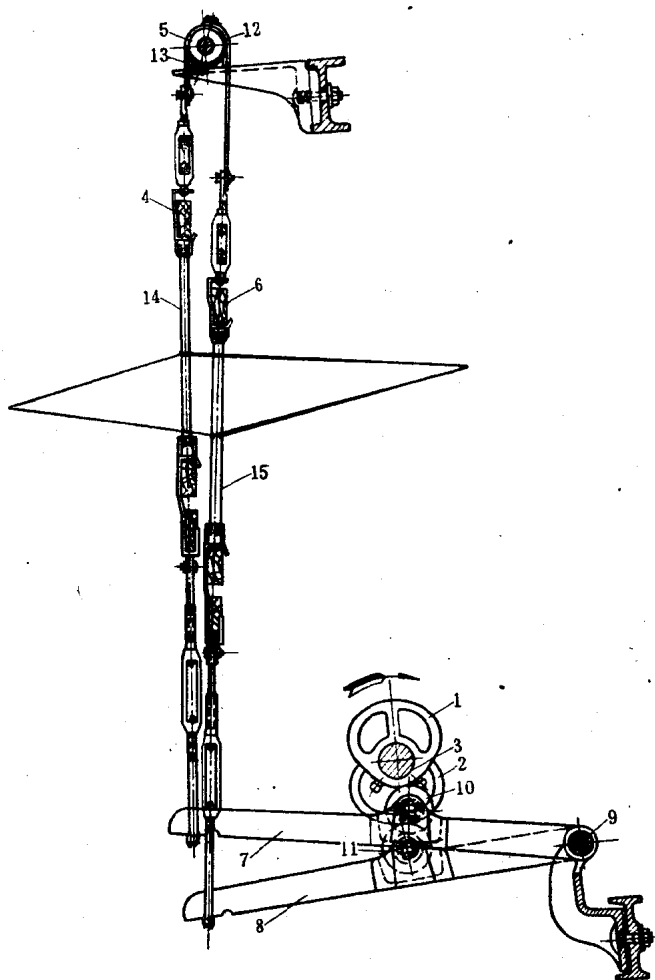

图3-2-1 1511M型织机凸轮开口机构
1. 一般凸轮开口机构 凸轮又称为踏盘。综框上方有吊综装置，凸轮和吊综装置控制综框上下运动，形成梭口。一般用于制织原组织织物，如图3-2-1所示。